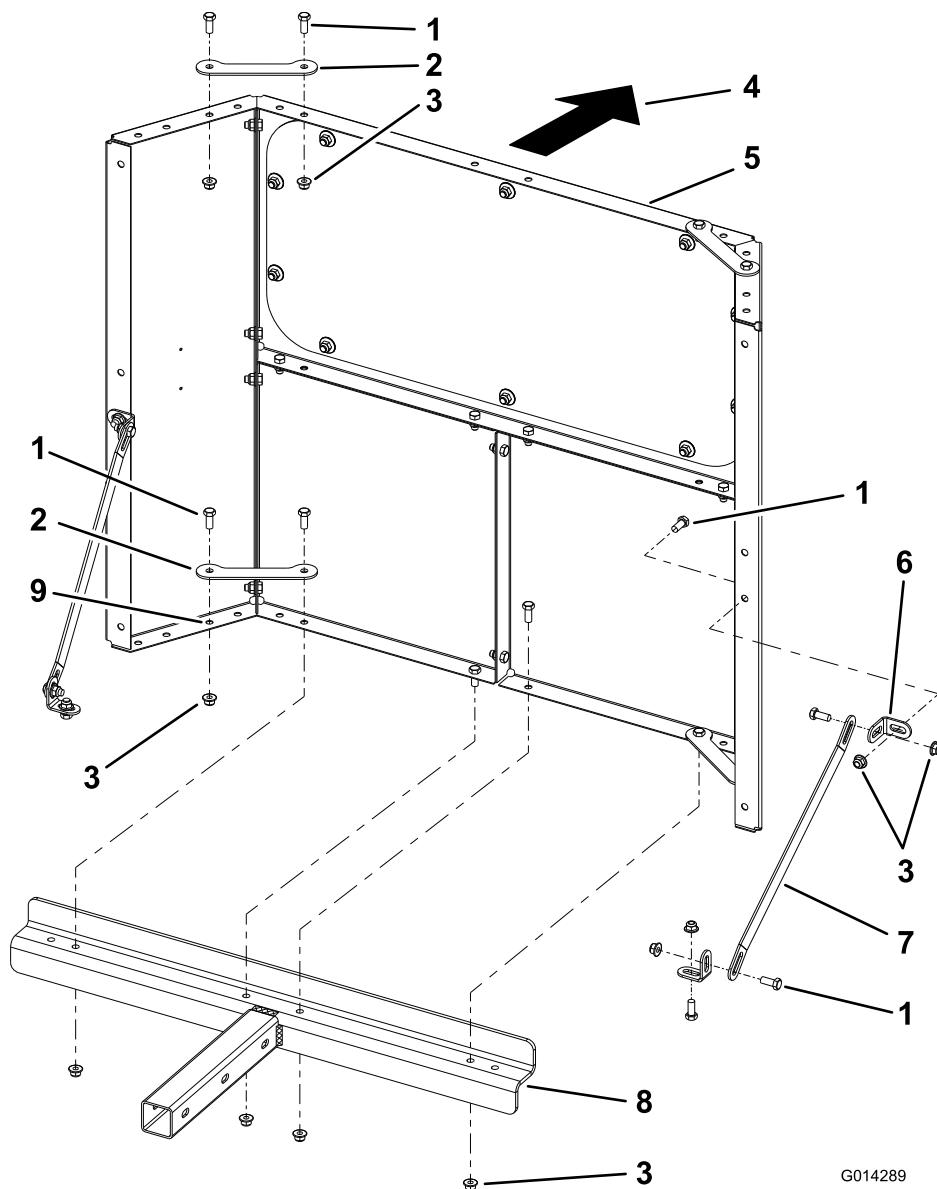

Figura 3
3. Instale 2 tirantes en la parte superior de la pantalla acústica con 4 pernos (3/8 x 1 pulgada) y 4 tuercas con arandela prensada (3/8 pulgada) (Figura 3).
4. Usando los dos taladros exteriores, instale dos tirantes en la parte inferior de la pantalla acústica con 2 pernos (3/8 x 1 pulgada) y 2 tuercas con arandela prensada (3/8 pulgada) (Figura 3).
5. Instale la pantalla acústica y los tirantes inferiores en el bastidor con 4 pernos (3/8 x 1 pulgada) y 4 tuercas con arandela prensada (3/8 pulgada) (Figura 3).
6. Conecte las cuatro escuadras a la pantalla acústica y a los patines con 4 pernos (3/8 x 1 pulgada) y 4 tuercas con arandela prensada (3/8 pulgada) (Figura 3).
7. Conecte los refuerzos diagonales a las escuadras con 4 pernos (3/8 x 1 pulgada) y 4 tuercas con arandela prensada (3/8 pulgada) (Figura 3).